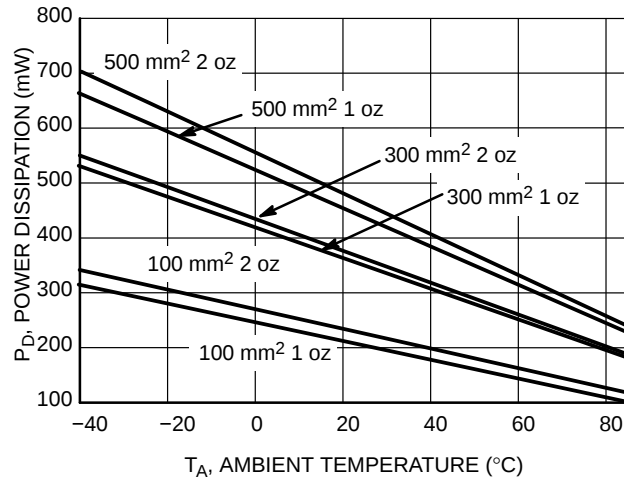
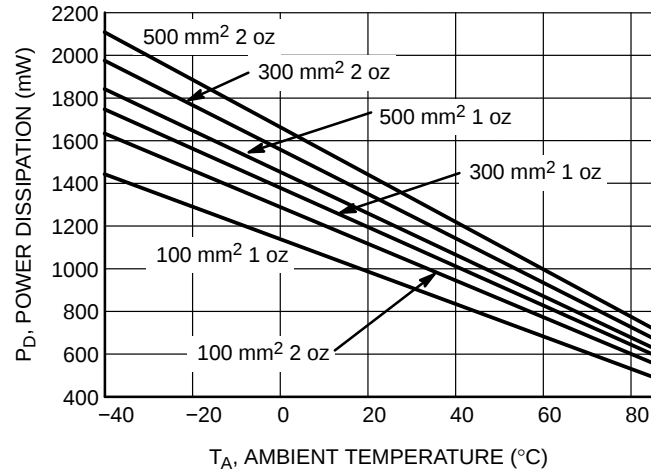
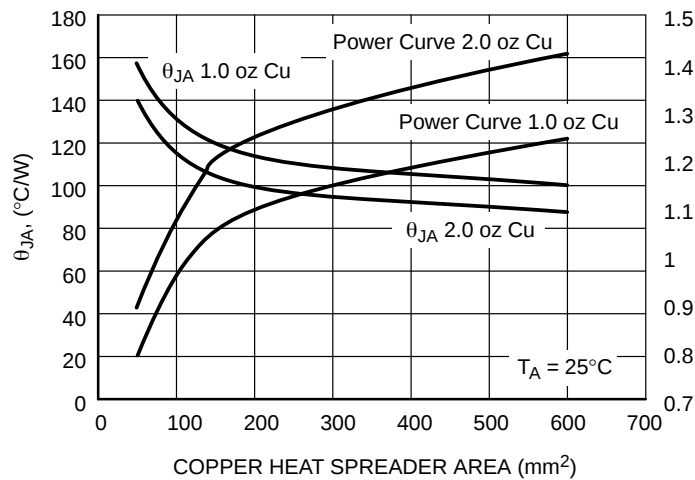

Figure 1. Power Dissipation vs. Ambient Temperature (SOD-123) @ $T_J = 150^\circ\text{C}$ for Variable Copper Heat Spreader
Figure 3. Power Dissipation vs. Ambient Temperature (SOT-223) @ $T_J = 150^\circ\text{C}$
Figure 4. SOT-223 θ_{JA} and P_D vs. Cu Area
Figure 1に、SOD-123パッケージを対象にした周囲温度に対する消費電力の変化を示します。Figure 2に、Cuの面積と厚さをさまざまに変化させたときの θ_{JA} (°C/W)と P_D (W)を示します。これらの表とグラフは、Cuの面積と厚さ、および周囲温度(T_A)を-40°C～85°Cの範囲で変化させたときの効果を示しています。この温度範囲は、LEDの動作にとって関心のある領域を網羅しています。LEDのデータシートでは、85°C T_A を上回ったときにLEDの輝度が大幅に低下することを示しています。
Figure 3に、SOT-223パッケージを対象にした周囲温度に対する消費電力の変化を示します。Figure 4に、Cuの面積と厚さをさまざまに変化させたときの θ_{JA} (°C/W)と P_D (W)を示します。これらの表とグラフは、Cuの面積と厚さ、および周囲温度(T_A)を-40°C~85°Cの範囲で変化させたときの効果を示し
周囲温度が85°Cの場合、Figure 1とFigure 3の P_D 曲線から、SOD-123パッケージで、面積が500 mm²、重量が1オンス(28g)のCuで十分です。SOT-223パッケージで、面積が100 mm²、重量が1オンスのCuも同様に機能します。